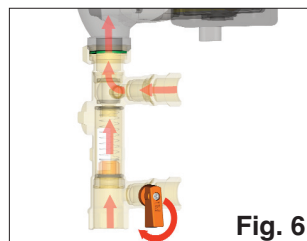

Fig. 6
- Fermer la vane de décharge voir figure 6 et pressuriser l'installation jusqu'à obtenir la pression de service requise ;